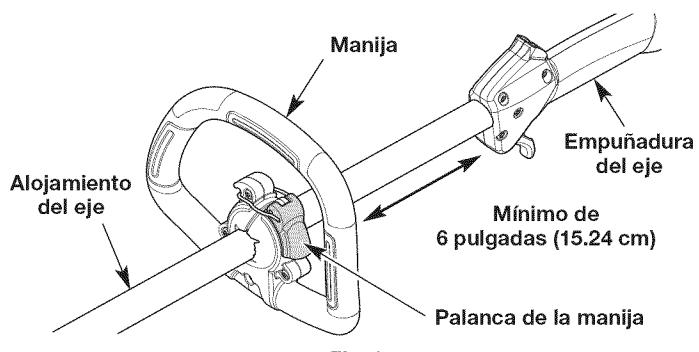

Fig. 2
1. Voltee la palanca de la manija hacia arriba para aflojarla (Fig. 2).
2. Mientras sujetas la unidad en la posición de funcionamiento (Fig. 12), desplace la manija hasta la ubicación que le ofrece el mejor agarre. Ubíquela como mínimo a 6 pulgadas (15.24 cm) del extremo de la empuñadura del eje (Fig. 2).
3. Incline la manija como desee (Fig. 2).